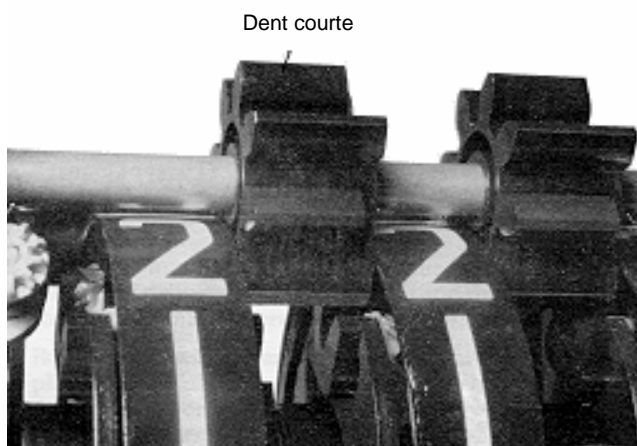

Figure 23. Position du pignon
- Placer les pignons entre chaque tambour comme indiqué en figure 23.